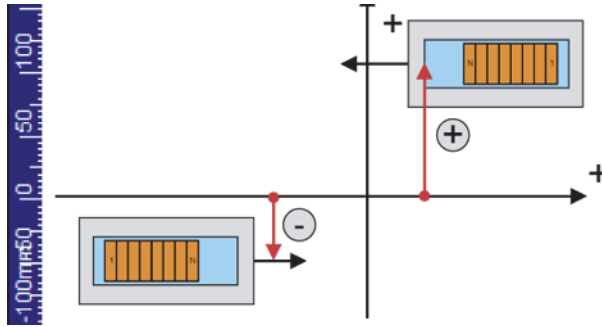

图 8-10 扫查偏移
**扫查偏移**是被测工件上标记的 0 位与扫查轴上探头中心的实际起始位置之间的距离（参见第 252 页的图 8-10）。